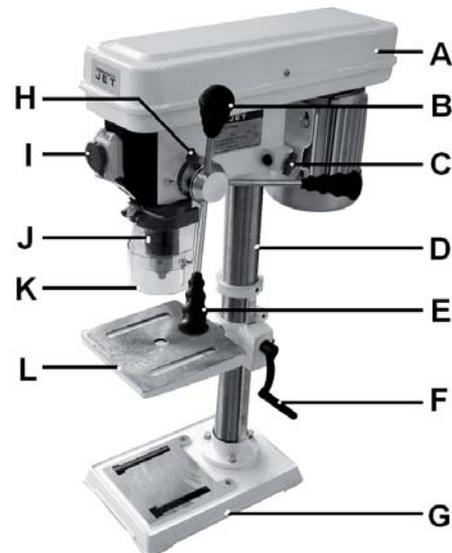

Рис. 1
- Установите стойку (D, Рис. 1) на цоколь станка (G).
- Наденьте патрон (J, Рис. 1) на конус шпинделя.